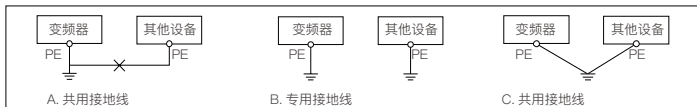

图 4-16 推荐的接地方式
切勿与其它动力设备共用接地线 (A)，可共用接地极 (C)，但各有专用接地极 (B) 的效果最优，如图 4-16 示。